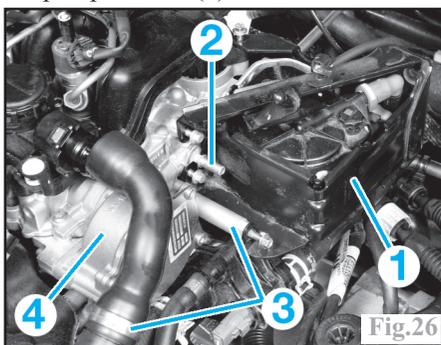

Fig.26
- l'écran (1) de filtre à carburant des supports de fixation (Fig.26).
- Débrancher le flexible à dépression de la pompe (2).